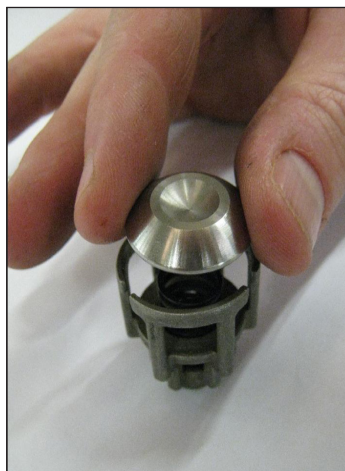
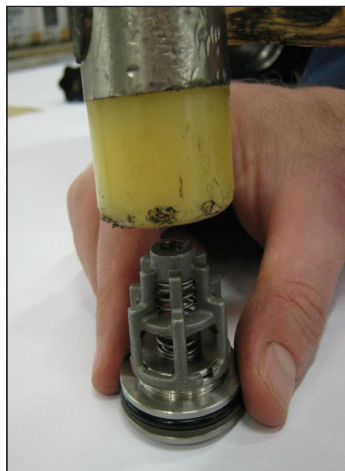

Fig. 26
Fig. 27
- 1 Durante a montagem dos grupos da válvula de aspiração e de fluxo (Fig. 26, Fig. 27). Nas bombas KT20 e KT22, preste particular atenção para não inverter as molas de aspiração com aquelas do fluxo anteriormente desmontadas: